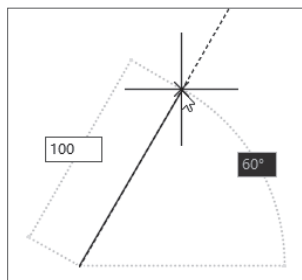

图 2-19
**步骤 03** 沿着60°角方向上的辅助虚线移动光标，输入100，如图2-19所示。